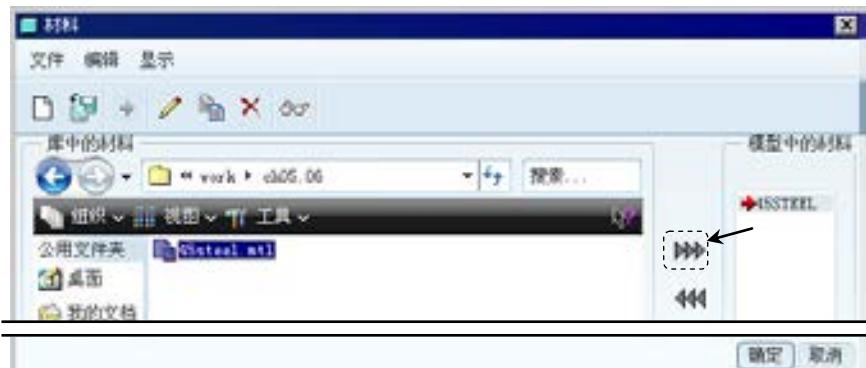

图 5.8.5 “材料”对话框
- (1) 在图 5.8.5 所示的“材料”对话框的库中的材料列表中选取所需的材料名称，比如 45steel。
- (2) 在“材料”对话框中单击“将材料指定给模型”按钮 ，此时材料名称 45steel 被放置到模型中的材料列表中。
- (3) 在“材料”对话框中单击  按钮。